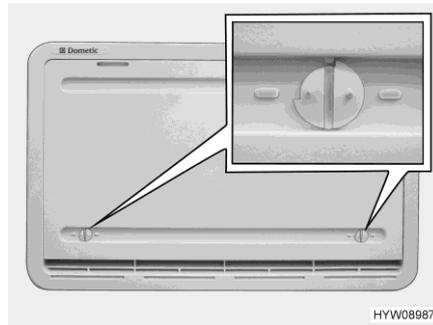

Fig. 159 Cubierta de invierno
Si el frigorífico ha de funcionar a temperaturas exteriores bajas, el fabricante recomienda la utilización de una cubierta de invierno (Fig. 159) para las rejillas de ventilación del frigorífico.
- Abrir ambos bloqueos (Fig. 159) (la ranura está en posición horizontal).